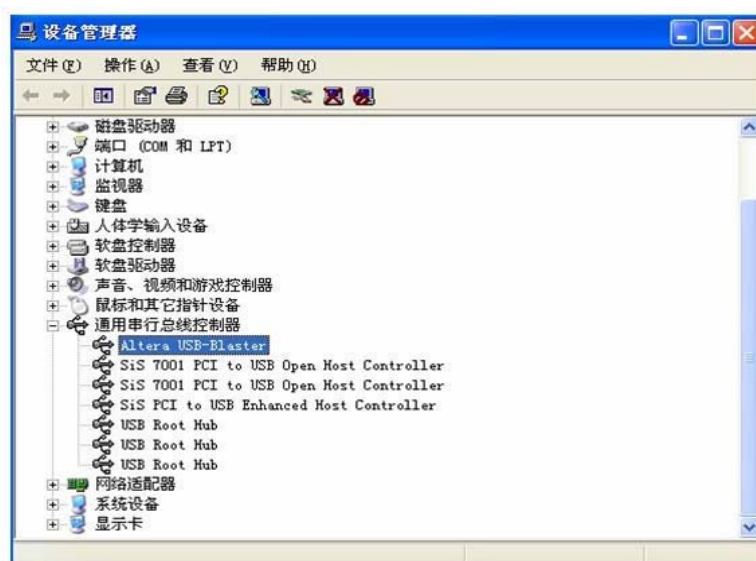

图 1.20 查看安装的设备状况
⑧ 检查硬件安装是否正确。使用设备管理器可以查看 USB-Blaster 驱动是否正确安装。如图 1.20 所示，在“通用串行总线控制器”中出现“ALTERA USB-Blaster”后表明驱动安装成功。